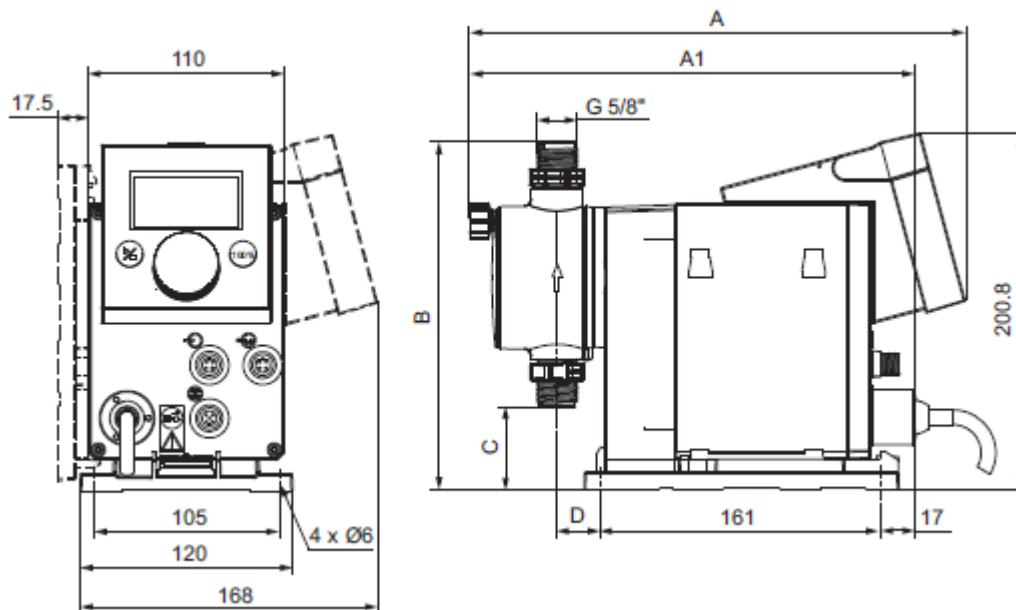

Abb. 4 Maßzeichnung
- Die Montageplatte kann als Bohrschablone benutzt werden, Bohrlochabstände, siehe *Abb. 4*.